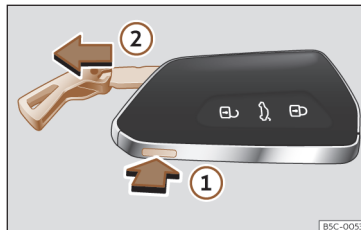

**Fig. 71** Chave do veículo: retirar o palhetão.
- Pressione o botão >>> **Fig. 71** ① para fazer sair a argola em forma de porta-chaves e poder retirar o palhetão ②. Se pressionar levemente a argola, esta ficará fixa em forma de porta-chaves.
- Pressione o botão >>> Fig. 71 ① para desbloquear. Mantenha o botão pressionado ① e, simultaneamente, puxe a argola na direção da seta >>> Fig. 71 ② para retirar totalmente o palheto.